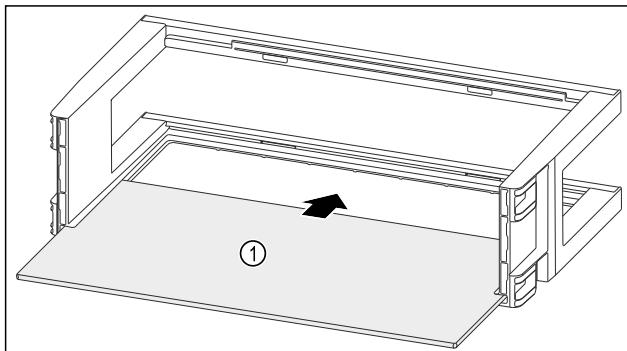

Fig. 97
- Zasuňte odkladaciu plochu Fig. 97 (1) do bočných vybraní.